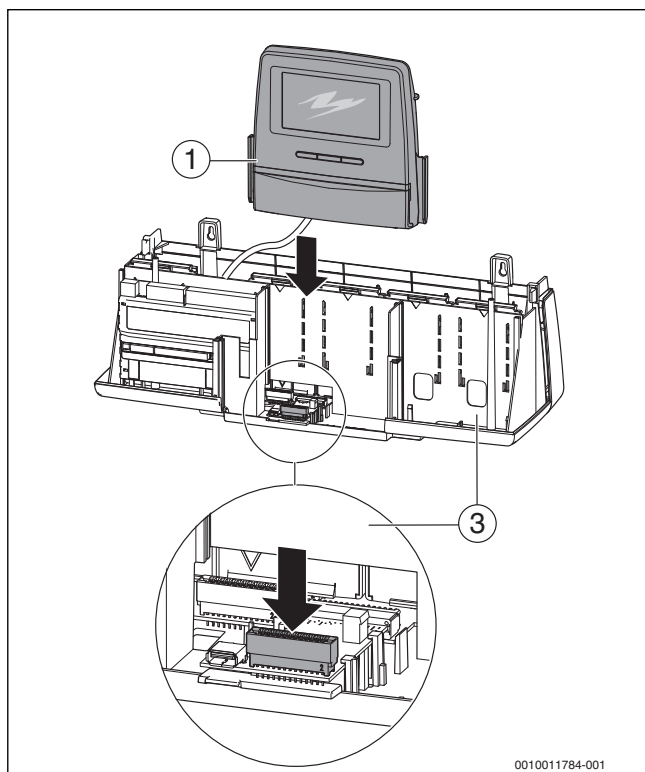

Рис. 36 Установка пульта управления на нижнюю часть корпуса
- ▶ Закрепите крышку [2] винтами (→ рис. 36, стр. 31).